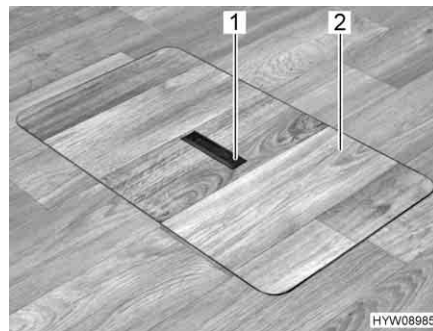
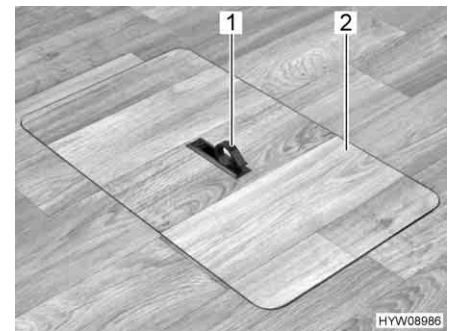

Fig. 50 Copertura vano pavimento (maniglia abbassata)
Fig. 51 Copertura vano pavimento (maniglia estratta)
- Spingere la piastra di presa (Fig. 50,1) verso il basso da un lato. La maniglia (Fig. 51,1) viene ruotata verso l'alto.
- Alzare la copertura (Fig. 51,2).
- Collocare la copertura (Fig. 51,2) nell'intelaiatura presente sul fondo.